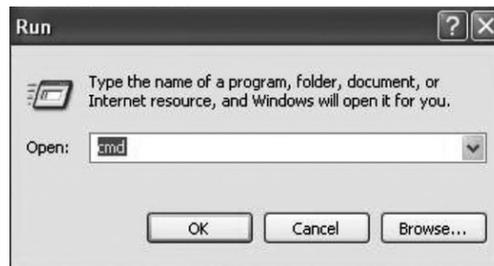

Figura 6-10 Janela Executar
4. Digite cmd na janela de prompt de Execução conforme mostrado na Figura 6-10 e clique em OK.